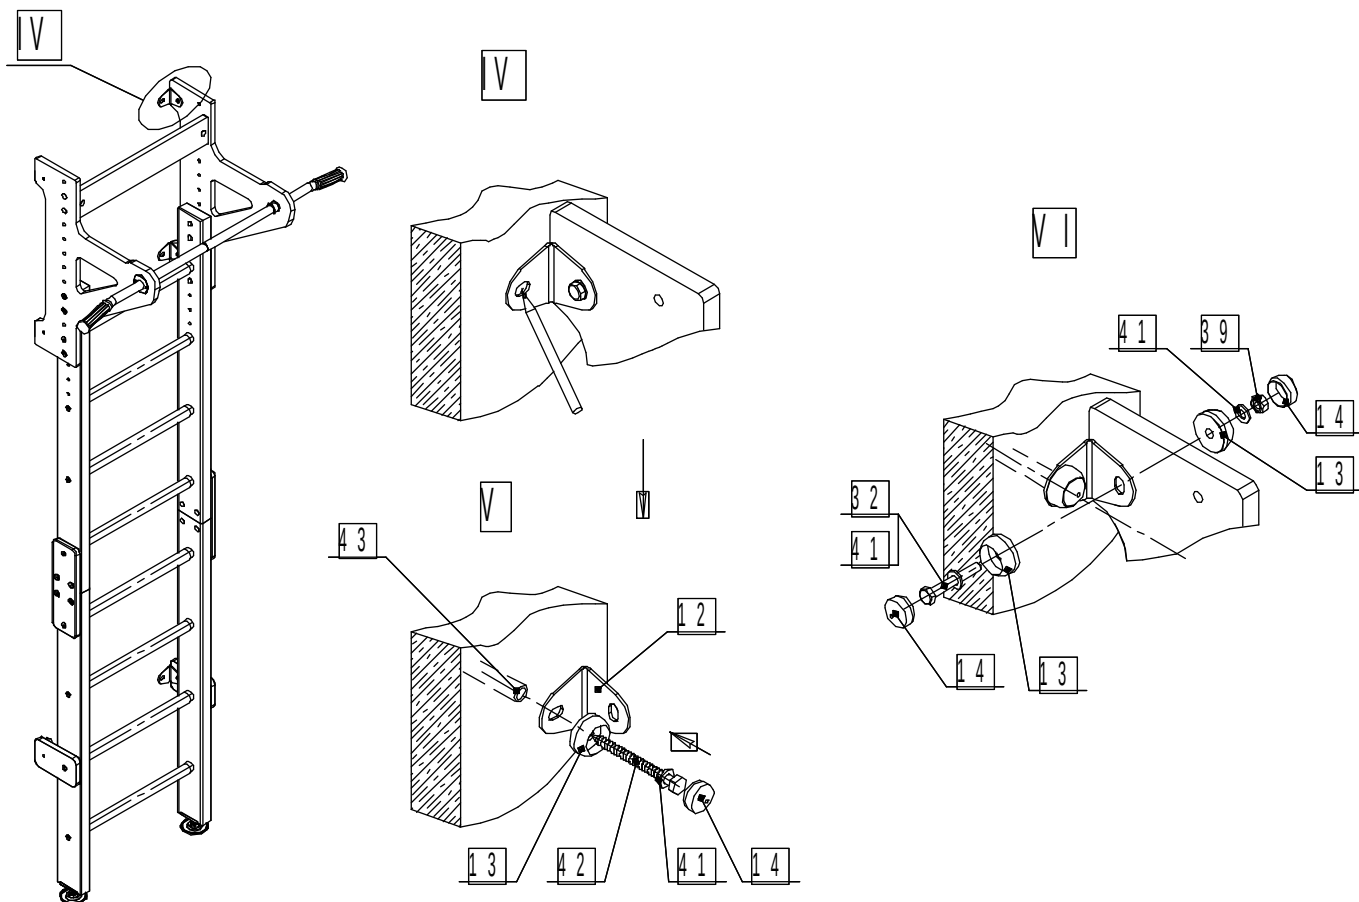

Рис. 9
- VI. Приставить комплекс к стене и закрепить его к кронштейнам поз.12 (рис.9).